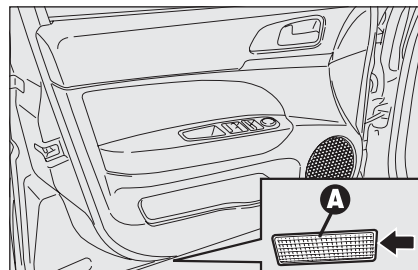
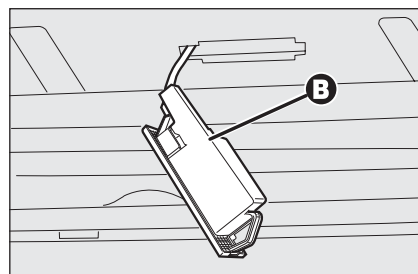

fig. 52
fig. 53
- aprire la porta ed estrarre il trasparente **A-fig. 52** facendo leva nel punto indicato dalla freccia;
- sollevare la protezione **B-fig. 53** e sostituire la lampada inserita a pressione;
- richiudere la protezione **B-fig. 53** sulla plafoniera **A-fig. 52**;